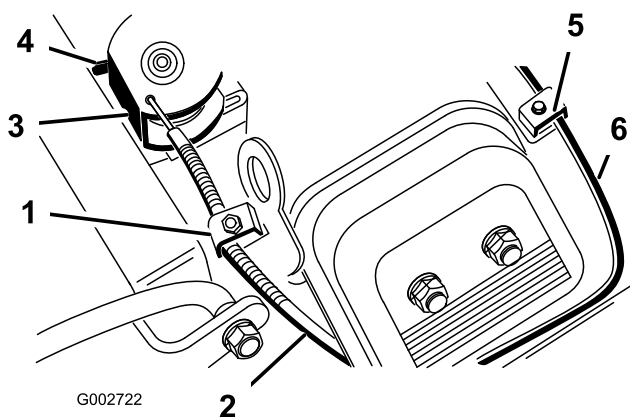

Figura 38
2. Allentate la vite del serrafile per cavi dell'acceleratore che fissa il cavo al motore (Figura 38).
4. Tirate con forza il cavo dell'acceleratore finché il retro della parte girevole non viene a contatto con il fermo (Figura 38).
2. Allentate la vite del serrafile per cavi dello starter che fissa il cavo al motore (Figura 38).
4. Tirate con forza il cavo dello starter (Figura 38) finché la farfalla dello starter non è completamente chiusa, quindi serrate la vite del serrafile.